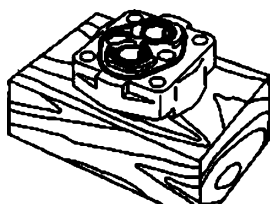

图 3-43 安装泵后端盖密封圈和挡圈
5) 在泵后端盖沟槽部位装上一个新的密封圈和挡圈, 如图 3-43 所示。